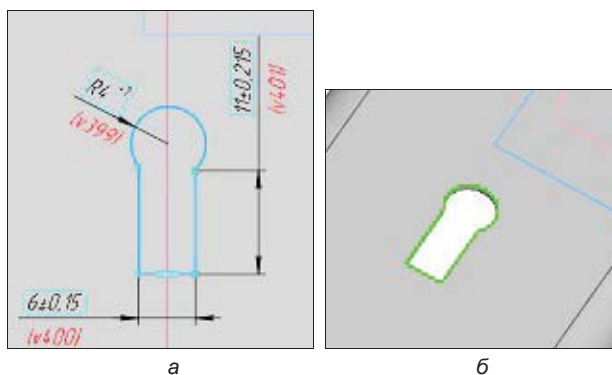

Рис. 29.28. Эскиз выреза (а); вырез в модели (б)
- ◆ на этой детали выделите поверхность крышки и создайте на ней эскиз, как на рис. 29.28;